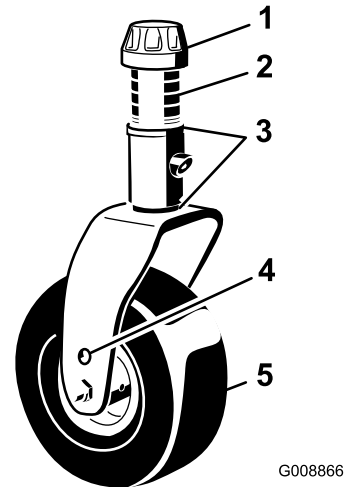

Figure 29
3. Ajoutez ou retirez des cales de 3 mm (⅛ po) sur la fourche d'une ou de plusieurs roues pivotantes pour que la hauteur de coupe corresponde à celle indiquée sur l'autocollant (Figure 29); voir Réglage de la hauteur de coupe \(page 28\).